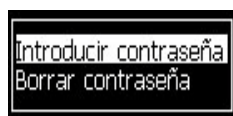
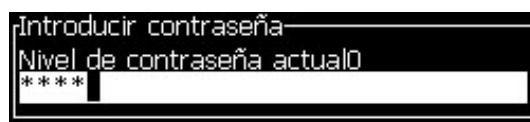

Figura 4-2. Enter Password (Introducir contraseña)
Figura 4-3. Nivel 0 de contraseña
- 2 Pulse *Alt + w*. Seleccione la opción *Enter Password (Introducir contraseña)* (consulte Figura 4-2) y pulse la tecla *Enter*. Como alternativa, pulse *F3* en la pantalla principal. Aparecerá la pantalla *Enter Password (Introducir contraseña)* (consulte Figura 4-3).